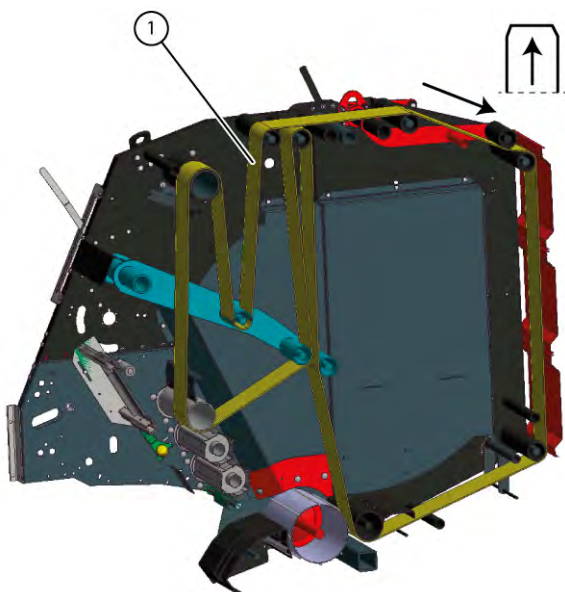

Fig. 123 Remplacer les courroies de cage cassées
- Tirez la ficelle dans la cage selon le sens de rotation, comme à la Fig. 123.